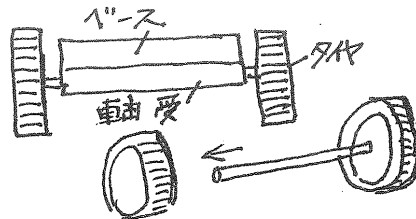

図7
- ② プラスチック製段ボールに車軸を通し、車輪を取り付ける。(図7)